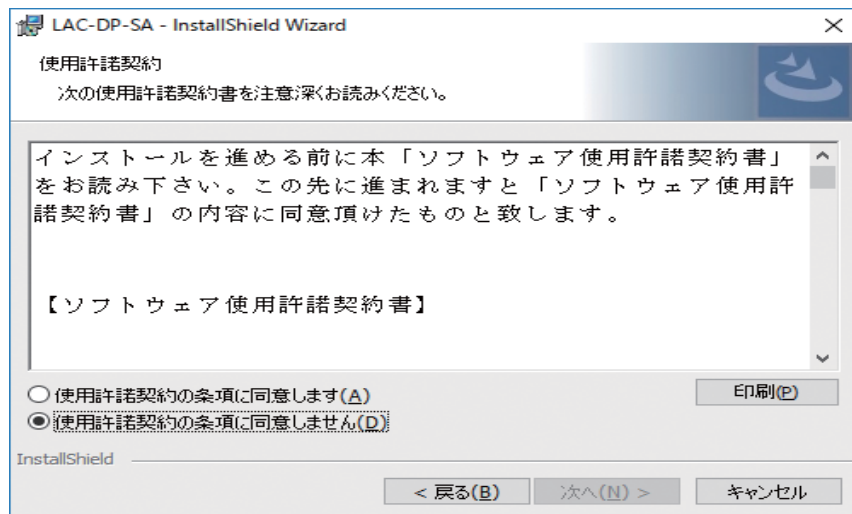

図4-1-2
使用許諾契約についてのウィンドウ(図4-1-2)が表示されますので、内容を確認します。
- ・ [戻る(B)]をクリックした場合、図4-1-2に戻ります。